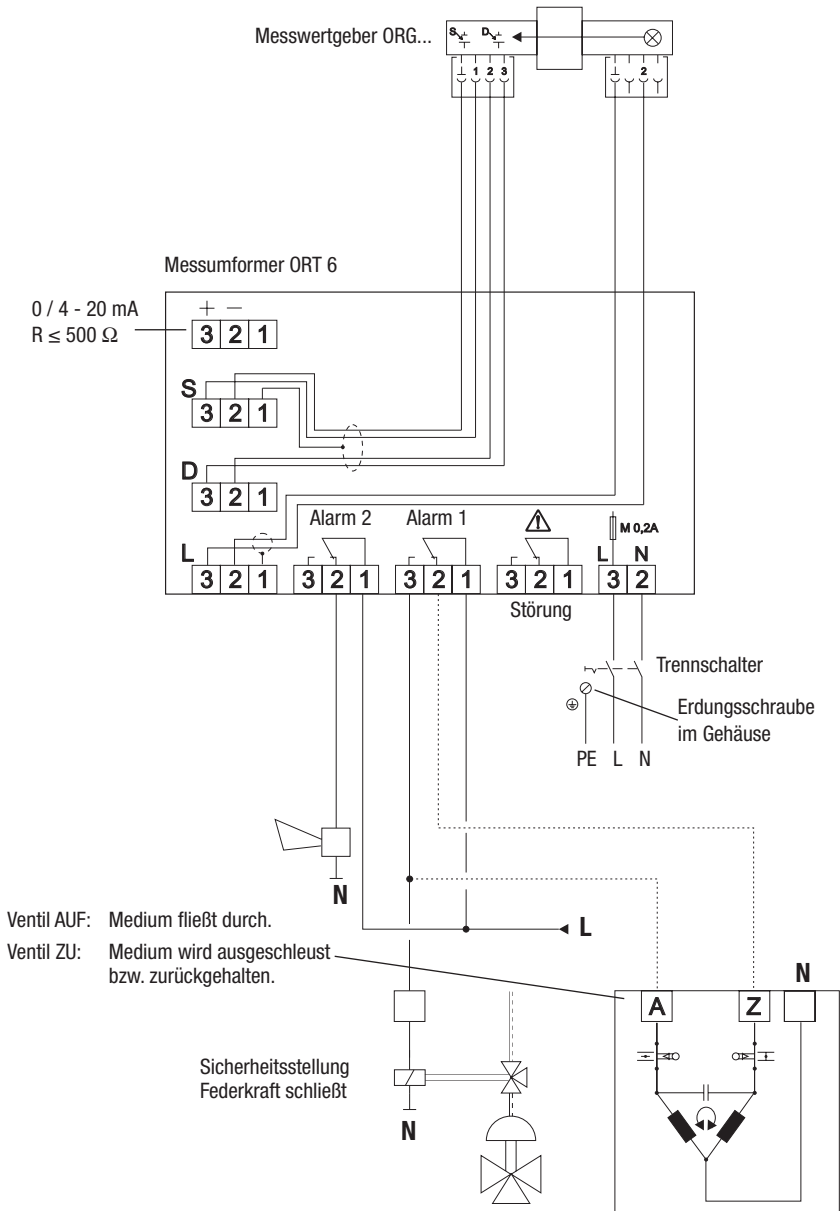
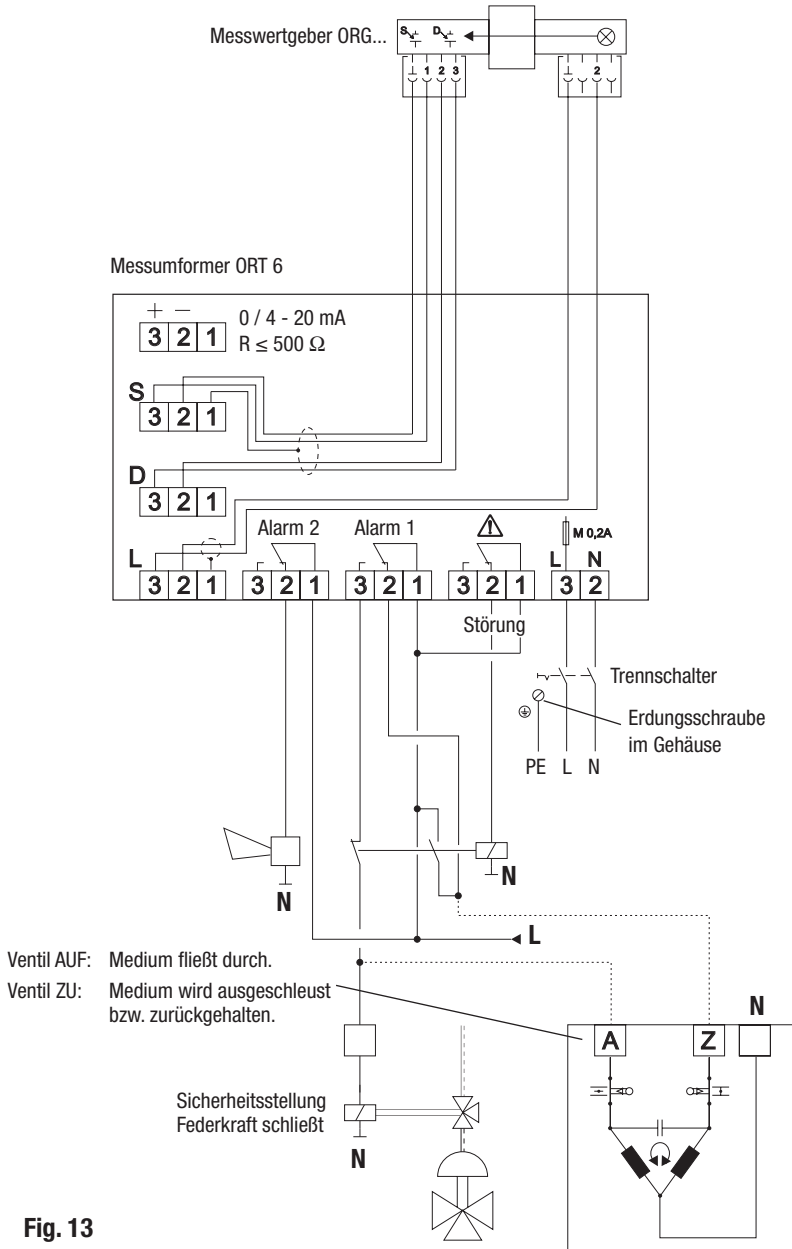

Fig. 12
Fig. 13
6. Kabel durch Kabelverschraubung 34 und Steckeroberteil 29 ziehen und die Klemmen der Anschlussplatte 30 gemäß Anschlussplan **Fig. 12 und 13** belegen.
Entsprechend dem Anschlussplan **Fig. 12** kann die Störung aber in die Ansteuerung des Drei-Wege Umschaltventils mit einbezogen werden.
Ebenfalls direkt anschließbar sind Ventile mit Ein-Phasen-Wechselstrommotor, Leistung max. 50 VA (siehe Anschlussplan **Fig.12** oder **Fig. 13**). Bei Drehstromantrieben ist ein Wendeschütz zwischenzuschalten.